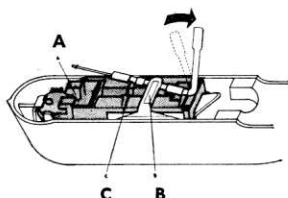

Fig. 5
Insérer avec précaution le levier sous le ressort (B) dans le support (C) (fig. 5). Presser légèrement le levier contre le ressort (B) et mettre la pointe de l'aiguille solidement dans le guide-aiguille (A). Remettre l'étrier dans la position de fonctionnement.